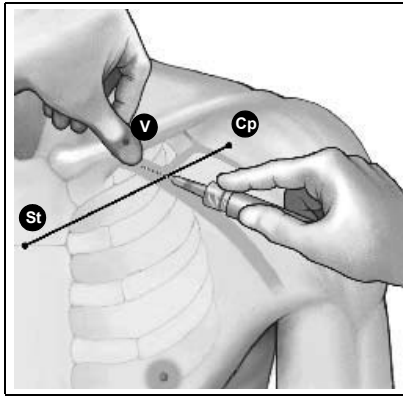

Figure 3. Emplacement du pouce et point d'entrée de l'aiguille.
4. Appuyer un pouce contre l'index et déborder de un à deux centimètres sous la clavicle pour protéger le muscle sous-clavier de l'aiguille (en cas d'hypertrophie manifeste du muscle pectoral, le pouce doit se projeter à environ deux centimètres au-dessous de la clavicle car le muscle sous-clavier est sûrement aussi hypertrophié) (Figure 3).